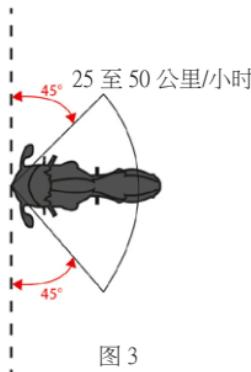

图 3
在摩托车撞上车辆或障碍物的碰撞事故中（图 3），系统应根据以下条件在用户身体覆盖部位接触障碍物之前充气并提供保护：
撞击角度（图 3）	从 45° 到 135°
**重要信息！**图3列出了保护范围，在此范围内，系统应在用户身体覆盖部位接触到障碍物之前充气。当车速超过 50 公里/小时（31 英里/小时）或超出宣称的角度时，系统也会展开，但在保护范围之外，系统可能不会在障碍物与使用者的覆盖部位接触之前完全充气。